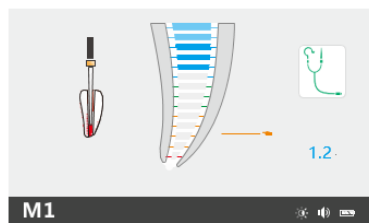
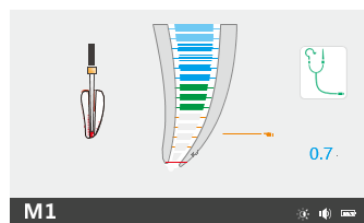

Fig.19 Apex Area-Blue
Fig.20 ApexArea-Green
- En la zona del ápice de la raíz, el punto indicador indica la posición exacta y cambia en consecuencia de azul a verde y luego a amarillo (Fig. 19, Fig. 20).